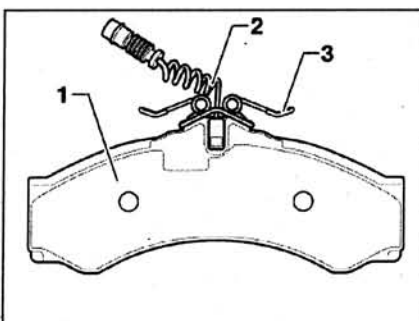

Рис. 7.11. Осторожно, с помощью отвертки, установите индикатор износа тормозной накладки 2 в тормозную колодку. Установите фиксатор 3 на тормозную колодку.
8. Осторожно, с помощью отвертки, установите индикатор износа тормозной накладки 2 в тормозную колодку (рис. 7.11). Установите фиксатор 3 на тормозную колодку.